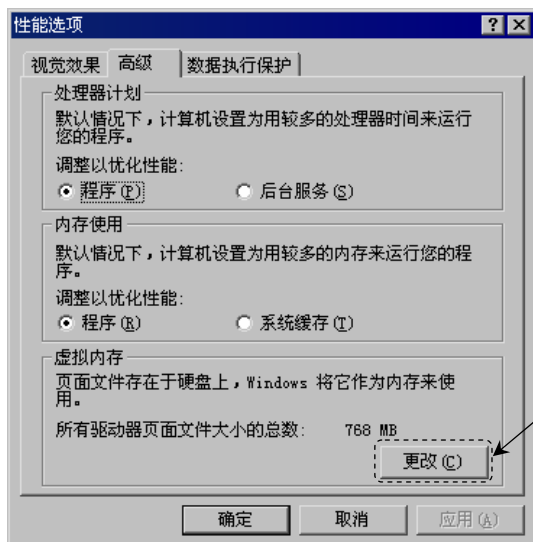

图 2.3.6 “性能选项”对话框
Step3. 在“系统属性”对话框中单击 **高级** 选项卡，在 **性能** 区域中单击 **设置 (S)** 按钮。
Step4. 在图 2.3.6 所示的“性能选项”对话框中，单击 **高级** 选项卡，在 **虚拟内存** 区域中单击 **更改 (C)** 按钮。